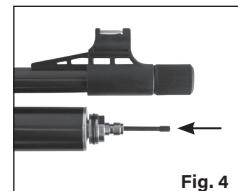

Fig. 4
- Indsæt afgasningsværktøjet gennem påfyldningsniplens spids (Fig.4).